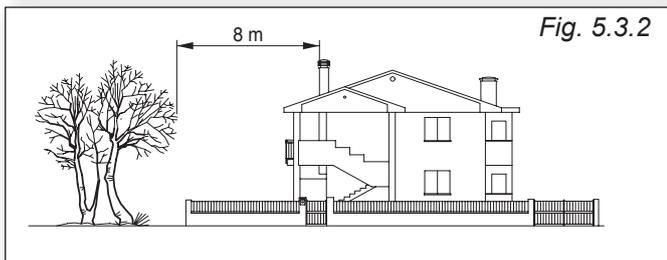

Fig. 5.3.2
- Per evitare ritorni di fumi, eventuali ostacoli come alberi, fabbricati, ecc..dovranno essere ad almeno 8 metri dall'uscita della canna fumaria (Fig.5.3.2).